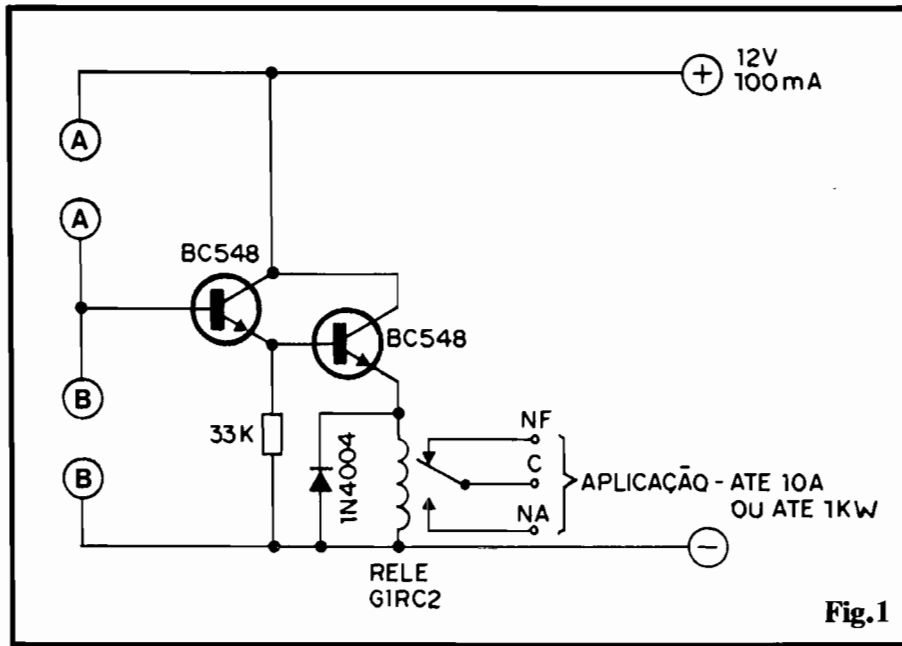

Fig.1
- FIG. 1 - DIAGRAMA ESQUEMÁTICO DO CIRCUITO - Dois transistores "manjadíssimos", de baixo custo (BC548), estão, no núcleo do circuito, arranjados em amplificador CC de super-ganho (Darlington) com a polarização principal de base obtida na junção dos "espaços" A-A e B-B... Esses dois espaços, na realização prática, serão "preenchidos" por um resistor (fixo ou ajustável) e por um capacitor... Dependendo unicamente dos valores desses dois componentes, e de qual "espaço" cada um deles ocupar, temos toda uma amplitude de possibilidades, reversíveis e ajustáveis (ou fixas...), conforme veremos com detalhes, mais adiante... Um resistor de
ferir-se às localizações dos componentes RC da rede determinadora da Temporização (rever figuras 1 e 2...). Observar com muita atenção as "possibilidades" A e B para cada resistor fixo, trim-pot ou capacitor... Não esquecer que capacitores eletrolíticos ou de tântalo são também polarizados, devendo sua colocação na placa obedecer às indicações claras a respeito... Na próxima figura, são dados mais detalhes sobre as quatro possibilidades ou "combinações" RC básicas, para se obter os diversos comportamentos já sugeridos e relacionados, em forma de diagrama, nas figs. 1 e 2... Em qualquer caso, terminadas as soldagens dos terminais dos componentes, uma boa e rigorosa conferência deve ser feita, buscando (e, obviamente, corrigindo...) erros, inversões, soldagens mal feitas, essas coisas... Apenas após obtida a certeza de que tudo está absolutamente certo, é que as "sobras" de